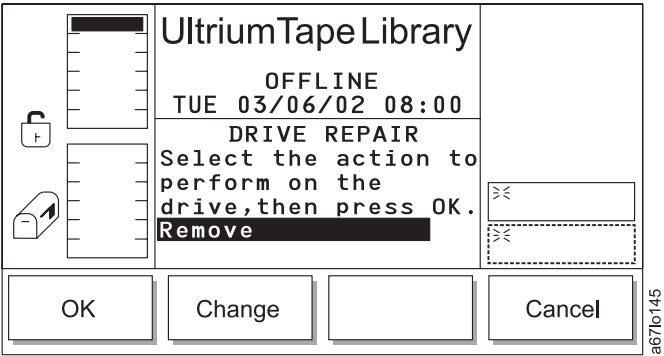

Abbildung 195. Reparatordialog
- Wird **Repair** ausgewählt, erscheint der Reparaturdialog (siehe Abb. 195 auf Seite 208).
Tabelle 144. Übersetzung von Abb. 195, Reparatordialog